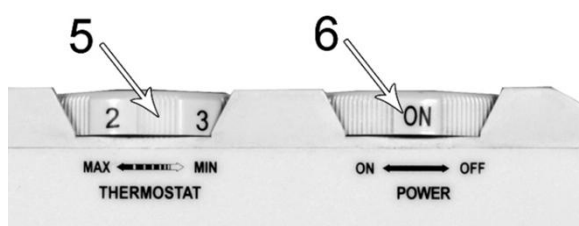

Рис. 1
- Расположите ножки для крепления колес (2) (См. Рис.1,5) над установочными отверстиями в нижней панели конвектора (по четыре отверстия с каждой стороны).
- Прикрепите ножки (2) для напольной установки к конвектору прилагаемыми винтами. Установите в ножки с каждой стороны по одному колесу (3) (См. Рис.1,5) и закрепите их гайками.
- Переведите выключатель (6)(См. Рис.1), положение «ВКЛ» (ON) для того, чтобы включить прибор.
- Поверните регулятор термостата (5)(См. Рис.1) в желаемое положение.
- Чтобы отключить конвектор, установите выключатель (6)(См. Рис.1) в положение «ВЫКЛ» (OFF) и выньте вилку из розетки.